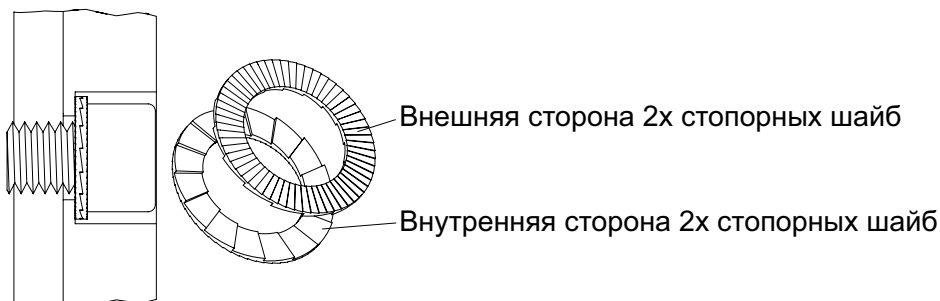

Рис. 5 Правильное монтажное положение стопорных шайб Nord-Lock®
**ВНИМАНИЕ** Убедитесь, что монтажное положение и момент затяжки стопорных шайб Nord-Lock® соответствуют Рис. 5 и таблице моментов затяжки!
- Установите стопорные шайбы (7/106), соблюдая правильное монтажное положение (см. Рис. 5).
- Только Nord-Lock® Стопорные шайбы (8/2) в надлежащем положении (рисунок 5), а затем вставьте уплотнительное кольцо (8/3) на винт (8/1).